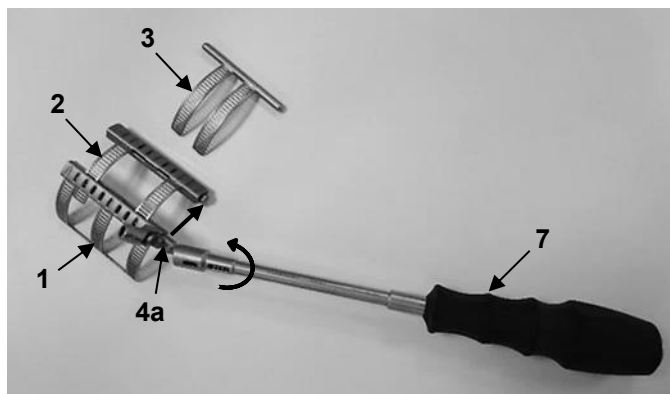

Fig. 21
2. Quindi rimuovere l'elemento primario (2) dall'elemento base (1) utilizzando l'apposito cacciavite (7). A tal fine, ruotare in senso orario il meccanismo di trasporto sul modulo a scatola dell'elemento base (4a) con l'apposito cacciavite (7) fino a quando non può essere rimosso (Fig. 21).